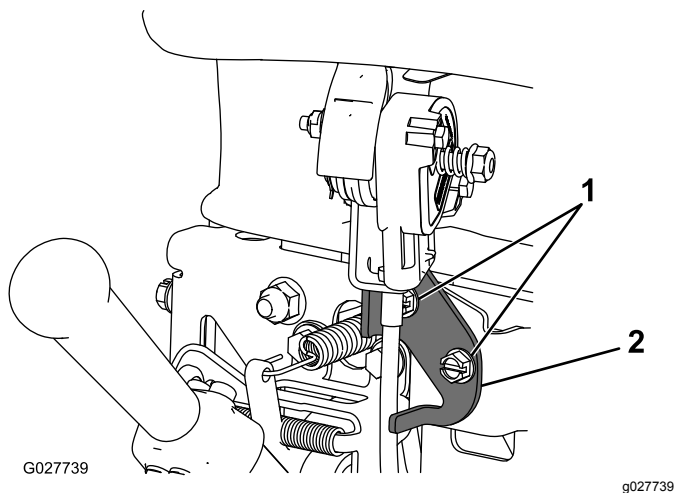

図 28
2. スロットルコントロールを固定している2つの固定具をゆるめる 図 28。